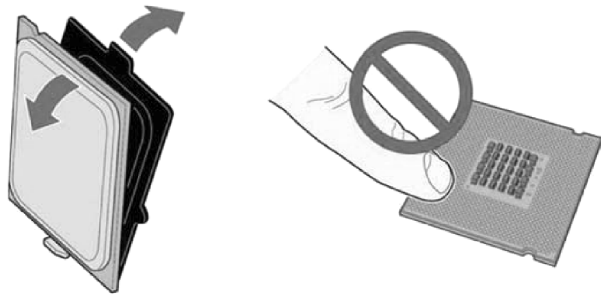

图 2-64 从处理器保护罩中取出处理器示意图
4) 从处理器保护罩中取出处理器，方法如图 2-64 所示。注意用手只可握持处理器的边缘部位，小心不要触碰处理器的底部。拆卸下来的处理器保护罩不要丢弃，以便拆卸处理器时使用。